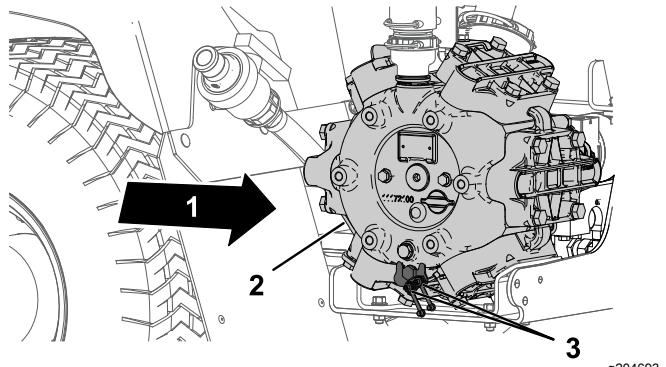

Figure 62
- Essuyez les 2 graisseurs à distance pour les nettoyer (Figure 62).
- Injectez de la graisse dans le graisseur à distance (Figure 62).